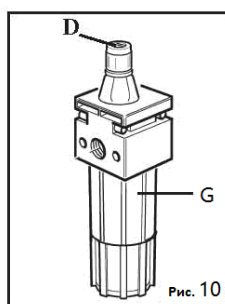

Рис. 10
- 3-4 раза нажмите на педаль бортоотжимателя, проверяя, не попало ли масло в масляный стакан G. Если нет, завинтите регулировочный винт D. (рис.10)